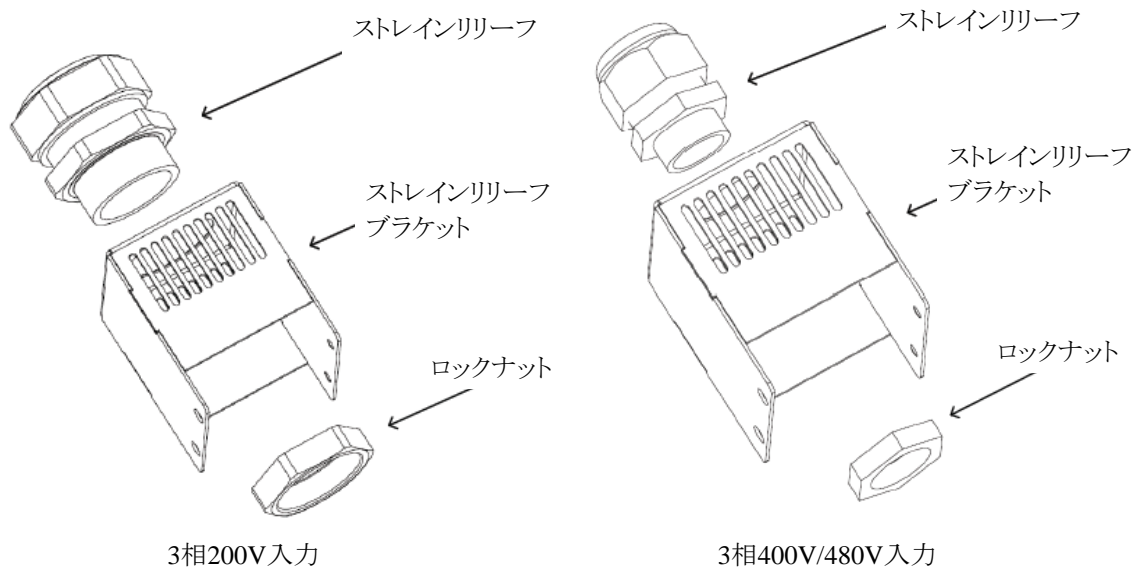

図4-18 ストレインリリーフブラケットへのストレインリリーフ及びロックナット取り付け方法 (GSP10kW/15kW)
2. 図4-18に示すようにストレインリリーフをストレインリリーフブラケットに挿入してください。その後ロックナットをストレインリリーフブラケットの内部で締めてください。このときの締め付けトルクは手動で調節ください。ストレインリリーフ、ストレインリリーフブラケット、ロックナットは製品に同封されています。